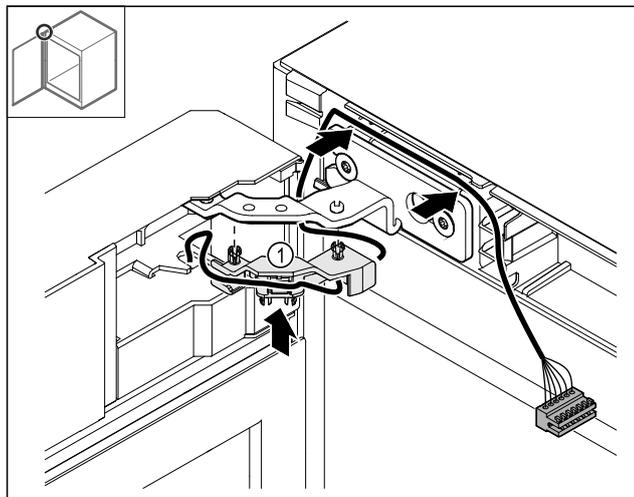

Fig. 52
- ▶ Kabelhalterung Fig. 52 (1) ins Scharnier drücken.